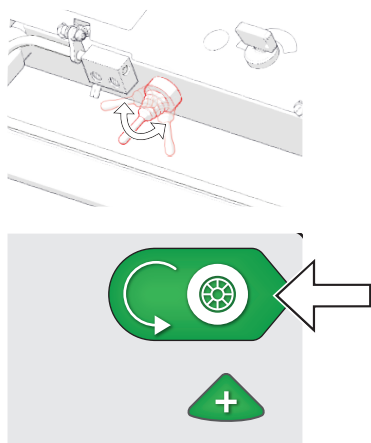

Fig. 15D - Activar la marcha con el interruptor de marcha o el botón de inicio/parada de la marcha
6. Utilice el interruptor de marcha para encender el motor de marcha. También puede pulsar el botón de inicio/parada de la marcha en la pantalla (Fig. 15D).